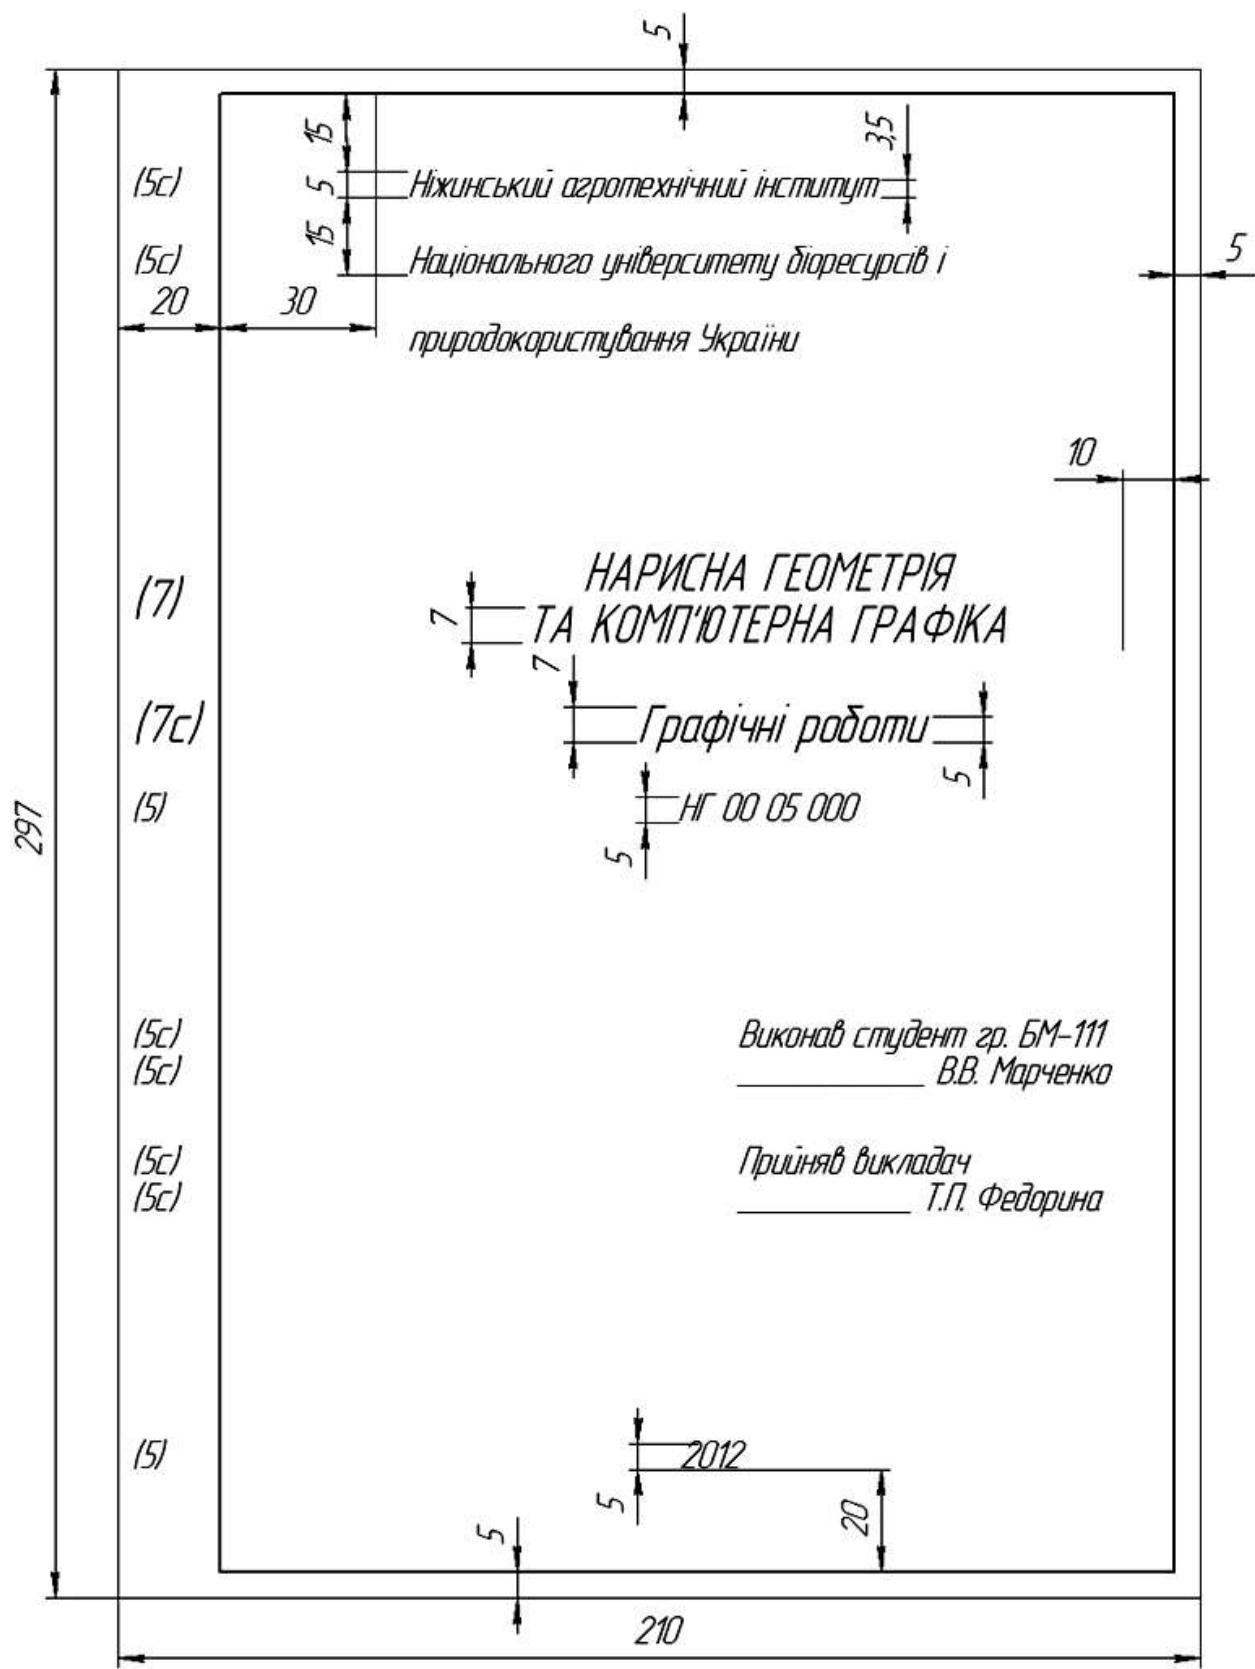

Рис.1.6
20)  - квадратна форма деталі (рис. 1.6).